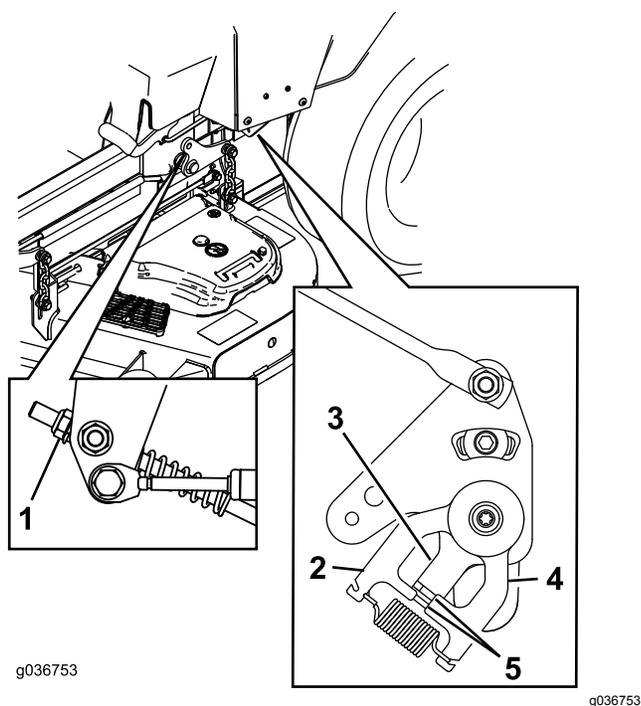

Figura 71
11. Ajuste la longitud de las varillas de control de la bomba girando la tuerca en el sentido apropiado hasta que las ruedas se muevan ligeramente en marcha atrás (ver Figura 71).